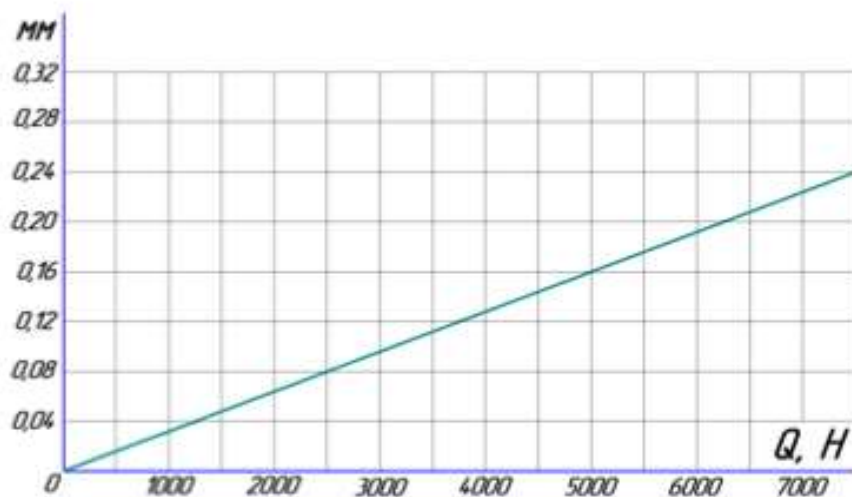

Рисунок 1.5 – Тарировочная характеристика динамометрического кольца
4.19 Используя тарировочную характеристику динамометрического кольца (рисунок 1.5), определить силу сдвига, соответствующую средним значениям показаний индикатора на каждой ступени нагружения. Результаты занести в таблицу отчета.